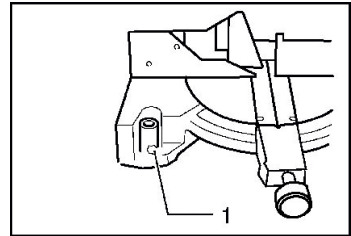

Рис. 3
- Необходимо зафиксировать торцовочную пилу, прикрепив ее к поверхности, тем самым вы исключите движение пилы во время работы (рисунок 3).